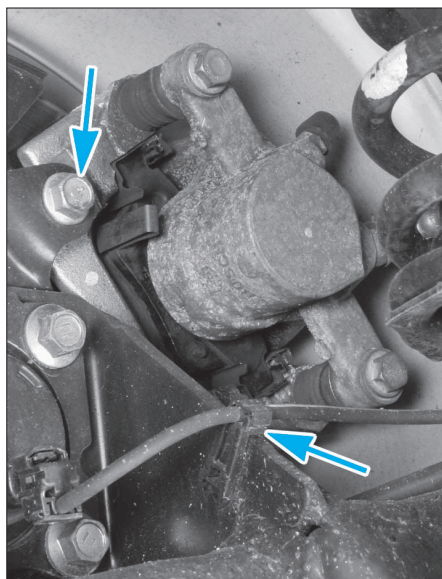

FIG. 10
- le support d'étrier (fig. 10).